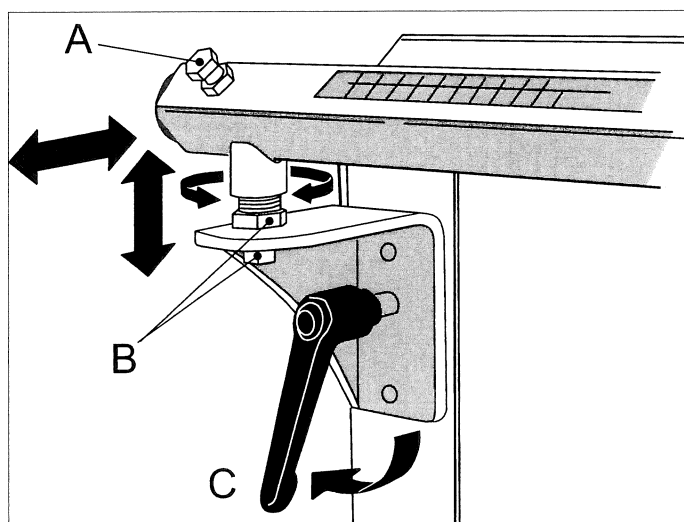
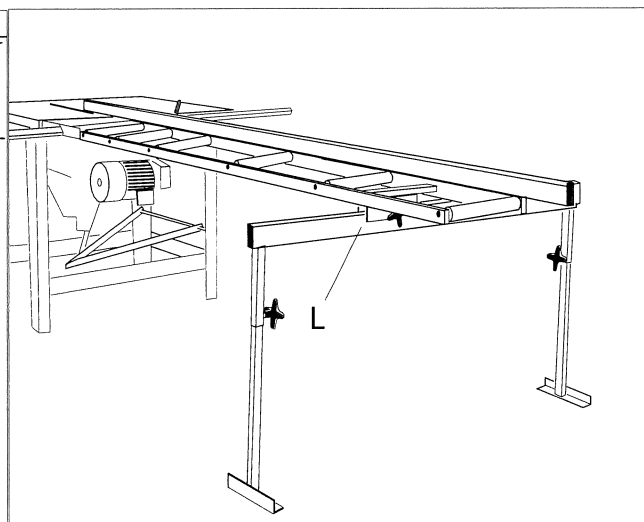

Fig. 3
Fig. 4
- Styreskinnen hektes på sagbena og låses v.h.a. låsespakene **C**. *Fig. 3.*
- Kontroller høyden på rulleanlegget ved å legge det løse anholdet over svingskiven, rulleanlegget og rullebordet. Juster høyden på rulleanlegget i plan med svingskiven på sagen ved å løse kontramutterne til styreskinnens festeskruer **B**, og juster festeskruene og kontramutterne *fig. 3*. Finjuster høyden på støttebukk **L** *fig. 4*.
- Drei sagens svingskive til 90°, juster vinkelen på styreskinnen med styreskinnens festeskruer **B**, bruk en vinkel mellom anholdet og sagbladet som kontroll *fig. 4b*. Trekk til festeskruene *fig. 3*.
Fig. 4 a
Fig. 4 b